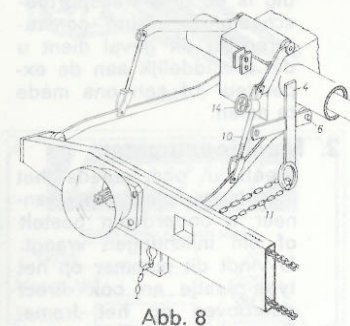

Abb. 8
A Parallelanhebung mit Kette, Abb. 8
Nach Abb. 8 wird das mitgelieferte Kreuz 4 am Lagerbolzen 6 des Unterlenkers befestigt. Die Einstellung hat so zu erfolgen, daß das Kreuz 4 sich an die Schlepperachse abstützt.
Die waagerechte Einstellung erfolgt hiernach über das Handrad 14 der rechten Hubstange 10. Abb. 8.
A. Parallel Lifting with chain (Fig. 8)
4. Through use chain (11), the upper arm of the threepoint hitch mechanism can be dispensed with, so that the trailer coupling on the tractor can be used for pulling another implement simultaneously.
The crosspiece (4) supplied with the implement is attached to bearing bolt (6) as shown in (Fig. 8), i. e. to the lower hitch. Adjust so that the crosspiece (4) rests on the tractor axle.
Horizontal adjustment is then carried out by means of hand wheel (14) on the righthand lifting rod (10). See Fig. 8.
a) Relevage parallèle par chaîne, fig. 8.
Selon la figure 8, le croisillon 4 est fixé sur l'axe 6 de la barre inférieure. Le réglage doit être de sorte que le croisillon 4 prenne appui sur l'essieu du tracteur.
Le réglage horizontal s'effectue au moyen du volant 14 de la bielle de relevage 10 côté droit. fig. 8.
a) Sollevamento parallelo con catena, fig. 8
La disposizione orizzontale ha luogo mediante il volantino 14 sulla barra di sostegno di destra 10 (fig. 8).
a) Evenwijdig heffen met ketting, afb. 8
Volgens afb. 8 wordt het meegeleverde kruis 4 aan de bout 6 van de trekstang bevestigd. De montage dient dusdanig te geschieden, dat het kruis 4 op de trekkeras steunt.
De horizontale afstelling geschiedt dan door middel van het handwiel 14 van de rechtse hefstang 10 in afb. 8.